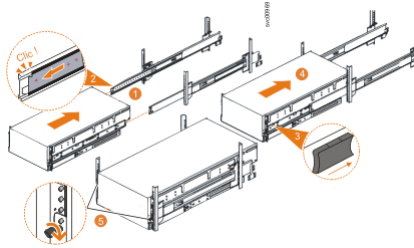

Figure 61. Remise en place du boîtier 5U dans l'armoire
1. Déployez complètement les sections de tiroir gauche et droite de l'armoire pour verrouiller les glissières dans la position étendue (1 dans la Figure 61, à la page 60).
2. Veillez à ce que le dispositif de retenue du roulement à billes se mette en place à l'intérieur de l'avant des sections gauche et droite du tiroir (2 dans la Figure 61, à la page 60).
4. Localisez les pattes de déverrouillage bleues gauche et droite à proximité de l'avant du boîtier. Appuyez sur les deux pattes de déverrouillage vers l'avant pour déverrouiller le mécanisme du tiroir (3 dans la Figure 61, à la page 60).
5. Poussez fermement le boîtier dans l'armoire (4 dans la Figure 61, à la page 60).
6. Serrez les vis moletées de verrouillage (5 dans la Figure 61, à la page 60) pour sécuriser le boîtier de l'armoire.